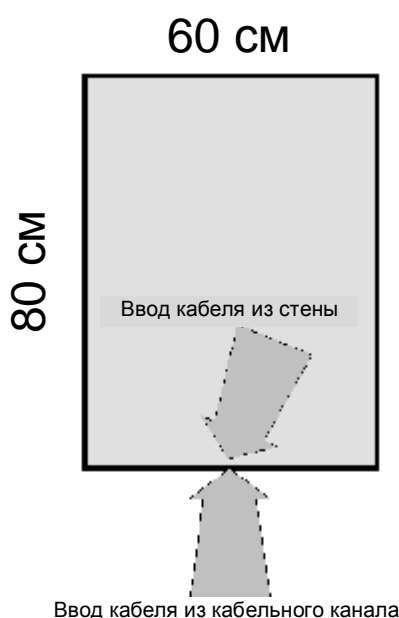

Рис. 4: Проемы, требуемые для установки
1. Выбрать место с проемами вокруг него, достаточными для установки и открытия крышки центрального блока (см. Рис. 4).